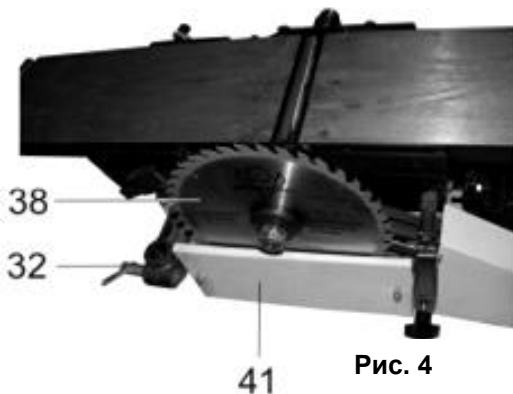

Рис. 4
- Установите и закрепите пильный диск 38 (Рис. 4);
- Установите и закрепите защитный кожух в исходном положении 41 (Рис. 4);